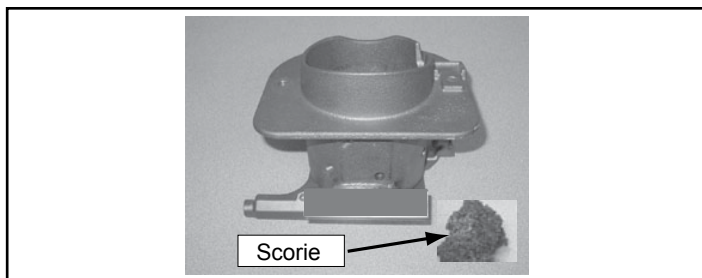

Figure 16.1 – Creuset de combustion avec de grands morceaux de scories
- Utilisez un outil de nettoyage du creuset pour détacher les matériaux accumulés sur les côtés du creuset de combustion et enlever le mâchefer. **Figure 16.1**